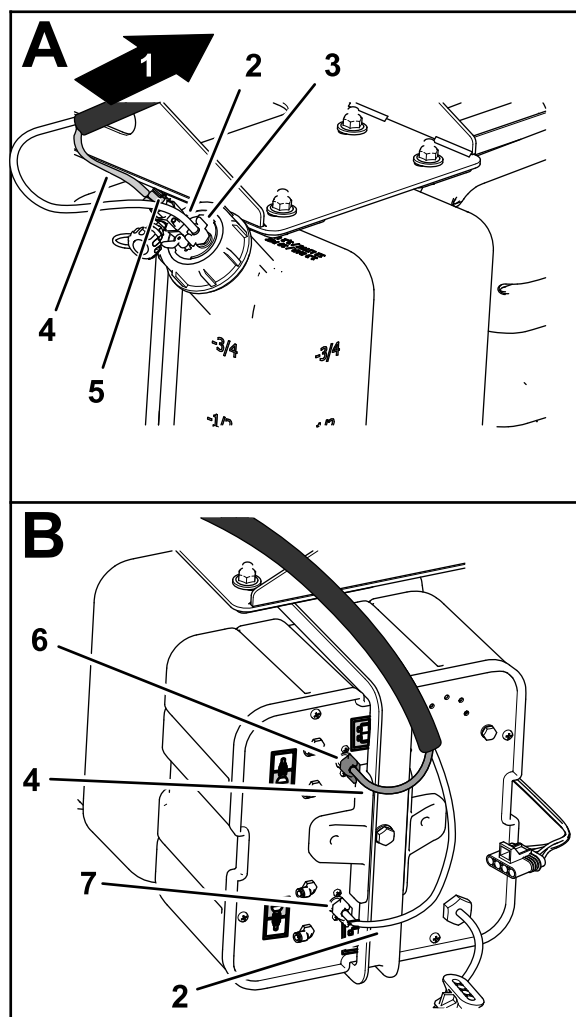

图 3
1. 从盖子到压缩机侧面压紧螺母布置压缩机至水箱回环管 92cm 图 3。
2. 卸下白色压紧螺母并将其安装到透明管子上图 3。
3. 将透明管子和白色压紧螺母安装到压缩机侧面的接头然后用手拧紧白色压紧螺母图 3。
4. 从压缩机侧面的接头上卸下蓝色压紧螺母图 3。
5. 将蓝色管子和蓝色压紧螺母安装到压缩机侧面的接头然后用手拧紧蓝色压紧螺母图 3。